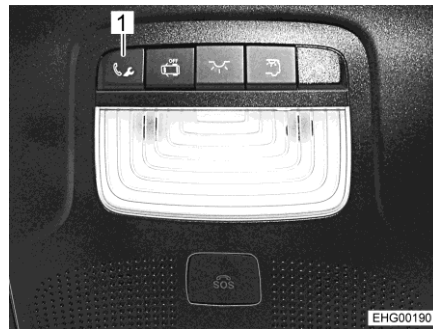

Fig. 13 Tecla para llamada en caso de avería
- Pulsar la tecla (Fig. 13,1) para llamada en caso de avería. Se inicia la llamada al centro de asistencia al cliente de Mercedes-Benz.